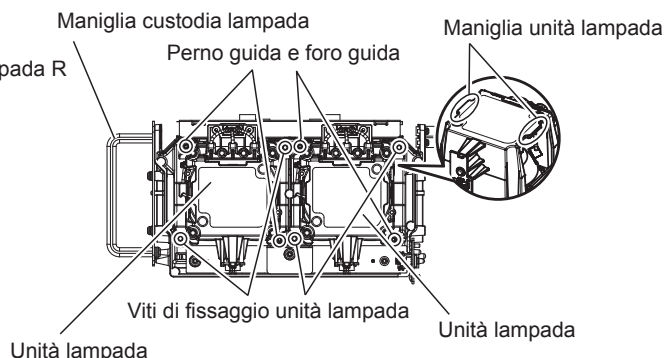

Fig. 4
4) Rimuovere l'unità lampada. (Fig. 4)